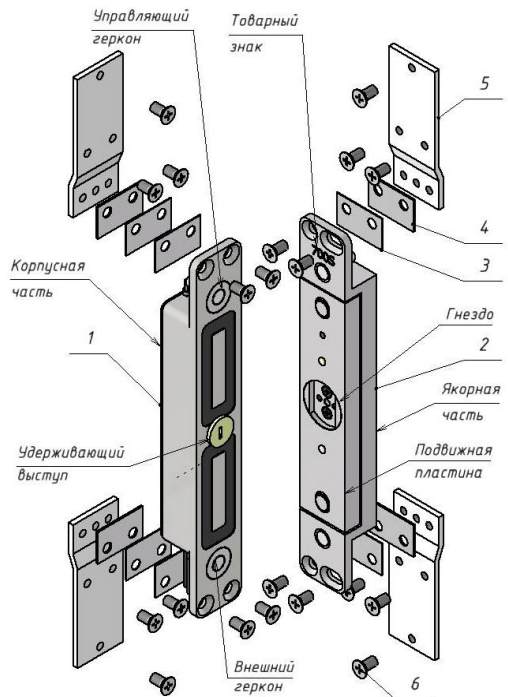

Рисунок 1 –Комплект поставки замка ALM-700S
5.1 Замок состоит из корпусной и якорной частей. Корпусная часть монтируется в дверной коробке, якорная часть - в двери. При закрытии двери подвижная пластина якорной части притягивается к рабочей поверхности корпусной части, при этом удерживающий выступ на корпусной части входит в соответствующее гнездо пластины якоря и блокирует дверь (рисунок 1). При снятии напряжения питания замок разблокируется, что приводит к отпиранию двери.